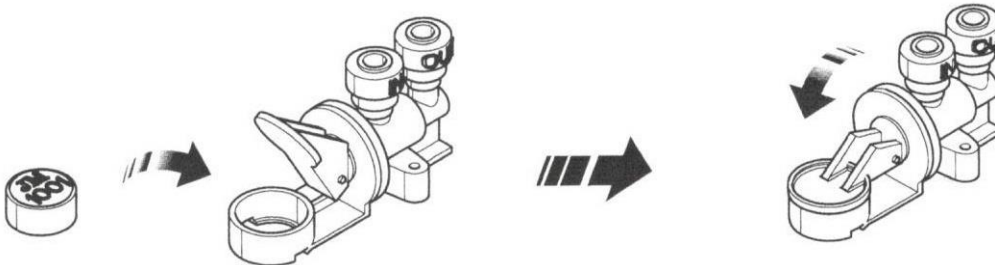

Fig 30B
4. Schließen Sie den Arm des Ventils oben auf dem Ventil. (Abb. 30B)